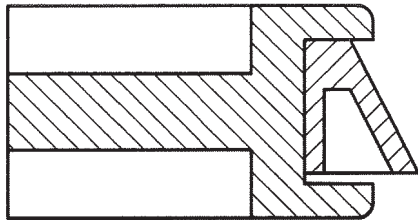

Fig. 1
2. Lift the top part of the pump and replace the joint in a way that the lips of the said joint remain towards the bottom (fig. 1).
2. Levante la parte superior de la bomba y sustituya la junta de forma que los labios de la misma queden hacia abajo (fig. 1).
2. Retirer le couvercle et remplacer le joint de façon a ce que les lèvres de e-ci restent vers le bas (fig. 1).
2. Heben Sie den oberen Teil der Pumpe ab, und ersetzen Sie die Kolbendichtung. Achten Sie darauf, dass die Lippen der Dichtung nach unten zeigen (Abb. 1).